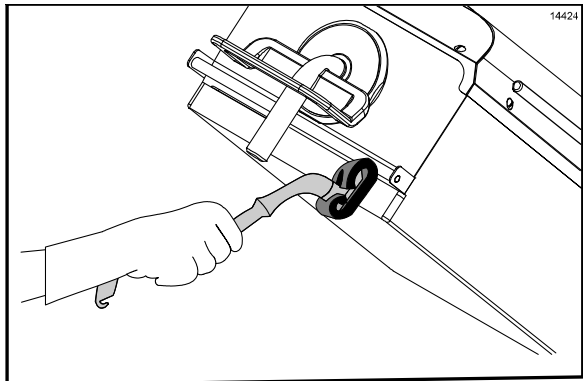

图 56
24. 用 Kay 煎炉清洁垫支架从右煎板向左煎板擦拭煎板的前侧。（请见图 56）